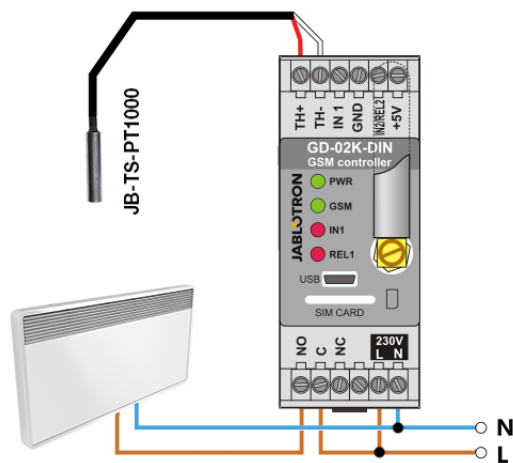

Figura 5: monitorização da temperatura e controlo do aquecedor.
- Neste modo, é necessário conectar um dispositivo controlado através dos contactos da saída de potência REL1. (Consultar a Figura 5).